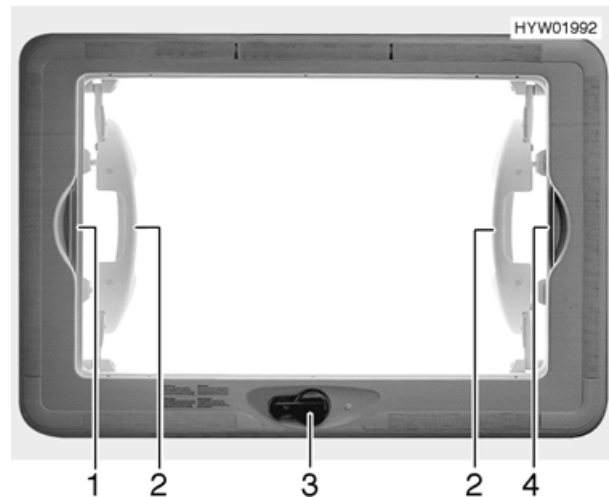

Bild 37 Hebe-Kippdach
- Handkurbel (Bild 37,3) drehen, bis Widerstand spürbar ist (max. Öffnungswinkel 70°).
- ▷ Das Hebe-Kippdach darf nur mit beiden Händen an den Griffen (Bild 37,2) bedient werden.
- Faltverdunklung am Griff (Bild 37,1) zum gegenüberliegenden Griff des Insektenschutzrollos (Bild 37,4) ziehen und einrasten lassen.
- Griff der Faltverdunklung (Bild 37,1) aushängen.
- Insektenschutzrollo am Griff (Bild 37,4) zum gegenüberliegenden Griff der Faltverdunklung (Bild 37,1) ziehen und einrasten lassen.
- Insektenschutzrollo am Griff der Faltverdunklung (Bild 37,1) aushängen.
- Insektenschutzrollo am Griff (Bild 37,4) langsam zurückführen.